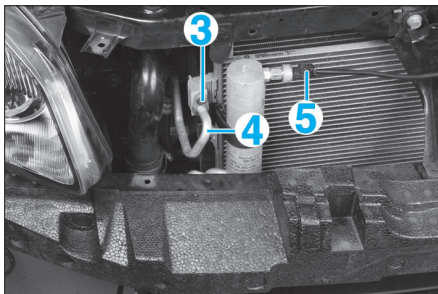

Fig. 10
- Déposer la vis (3) (Fig.10).